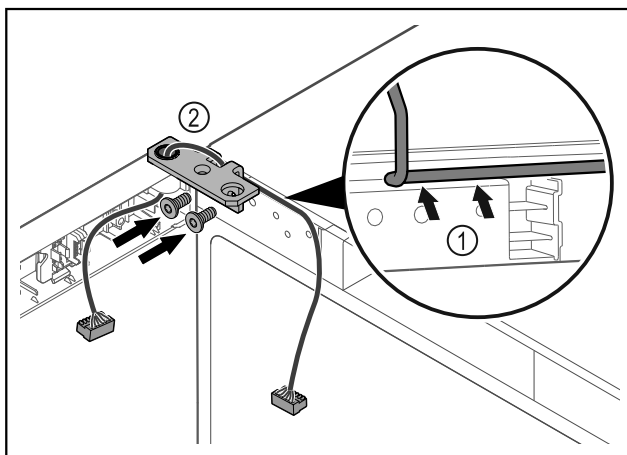

Fig. 57
- ▶ Poprowadzić kabel przez wgłębienie w zawiasie i ostrożnie go ułożyć Fig. 57 (1).
- ▶ Przykręcić zawias Fig. 57 (2).